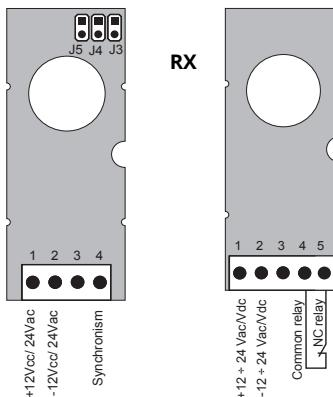

Fig. 1
- 1 Fissare la base della photocellule alla colonna o muro usando i fori presenti (A fig.1). Far passare i cavi tramite i fori (B e C fig. 1) con passacavo PG9 e collegare i cavi alla morsettiera.
- 1 Fix the base of the photocells to the column or wall using the drilled holes (A fig.1). Pass the cables through the holes (B and C fig.1) with fairlead PG9 and connect the cables to the terminal board.
- 1 Die Basis der Lichtschranken an die Säule oder an die Wand mithilfe der vorliegenden Bohrungen befestigen (A Abb. 1). Die Kabel über die Bohrungen (B und C Abb. 1) mit einem Kabelniederhalter PG9 verlegen und die Kabel an das Klemmenbrett anschließen.
- 1 Fixer la base de la cellule photoélectrique à la colonne ou au mur en utilisant les trous présents (A fig.1). Faire passer les câbles au travers des trous (B et C fig. 1) avec le serre-câble PG9) et connecter les câbles au bornier.
- 1 Fijar la base de la fotocélula en la columna o en la pared usando los agujeros presentes (A Fig. 1). Hacer pasar los cables por los agujeros (B y C Fig. 1) con sujetacables PG9 y conectar los cables a la regleta.
- Collegare morsetti 4-5 del RX. (Fig. 1)
- Connect terminals 4-5 of the RX. (Fig.1)
- Klemmen 4-5 der RX anschließen (Abb. 1)
- Connecter les bornes 4-5 du RX. (Fig. 1)
- Conectar bornes 4-5 del RX. (Fig. 1)